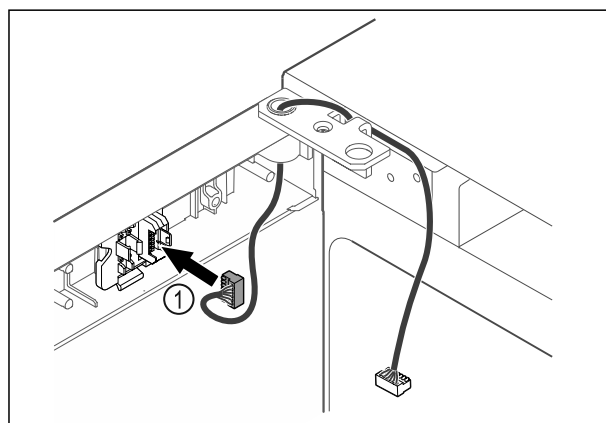

Fig. 45
- ▶ Wtyczkę Fig. 45 (1) należy włożyć w uchwyt wtyczki.